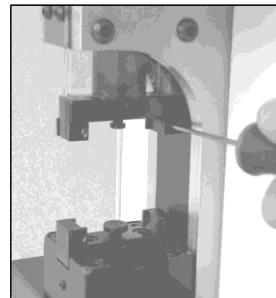

Abb. 9.01
- Schiebeplättchen auf einer Seite mit dem 2mm Stiftschlüssel lösen und zur Seite schieben. (Abb. 9.01)